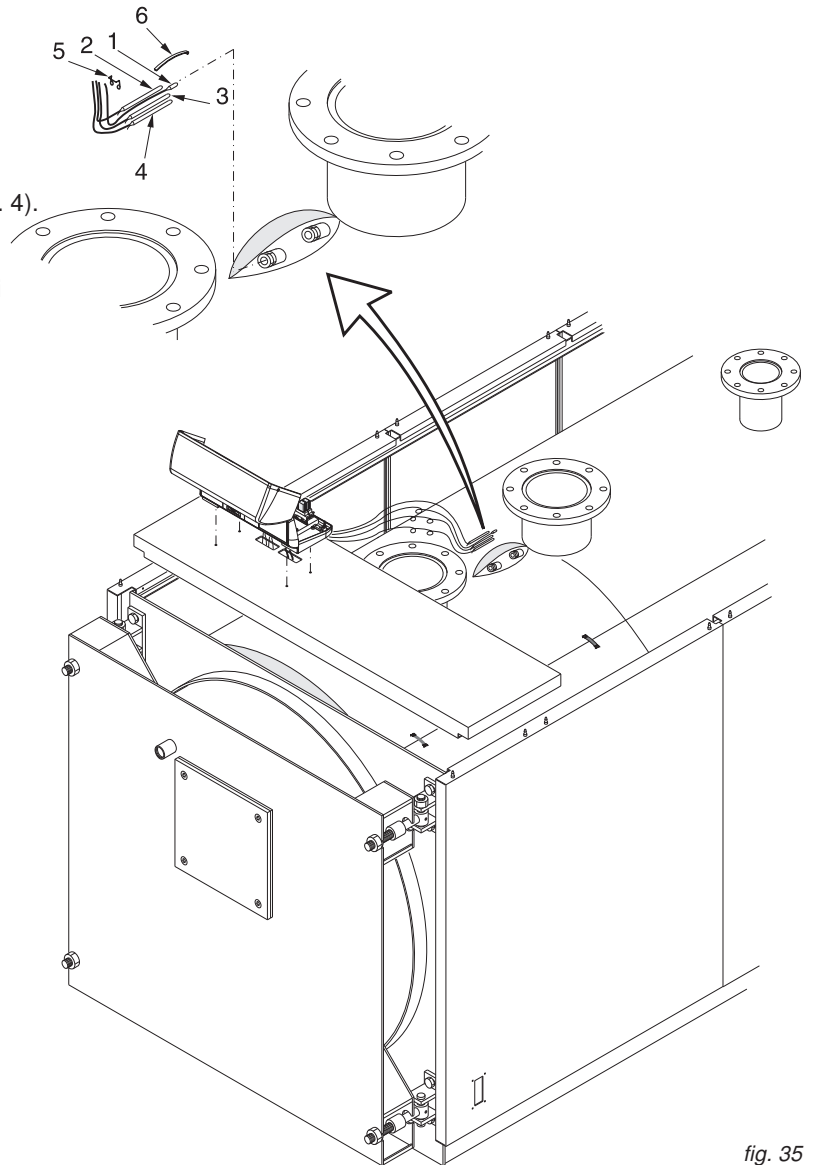

fig. 35
F) Inserire nelle guaine i bulbi degli strumenti come indicato in fig. 35 ed eseguire il collegamento elettrico del pannello comandi alla linea di alimentazione, al bruciatore ed alle eventuali pompe, etc.
- E) Inserire nelle guaine i bulbi degli strumenti come indicato in fig. 35 ed eseguire il collegamento elettrico del pannello comandi alla linea di alimentazione, al bruciatore ed alle eventuali pompe, etc.
E) Inserire nelle guaine i bulbi degli strumenti come indicato in fig. 35 ed eseguire il collegamento elettrico del pannello comandi alla linea di alimentazione, al bruciatore ed alle eventuali pompe, etc.
Inserire nella sequenza seguente le sonde degli strumenti nel/i pozzetto/i sul lato superiore della caldaia (rif. fig. 35): del termometro (pos.1), del termostato di esercizio (pos. 2), del termostato di sicurezza (pos. 3), del termostato di minima (pos. 4). Si raccomanda di inserire le sonde fino in fondo ai relativi pozzetti per migliorarne il contatto. Inserire quindi la molla ad arco (pos. 6) e bloccare i capillari con la/e molletta/e (pos. 5).